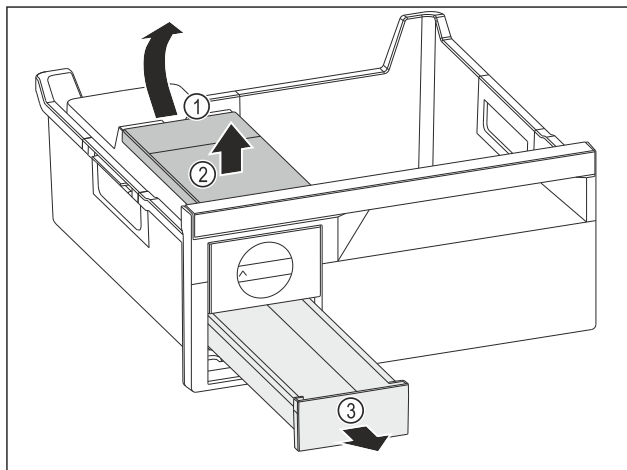

Fig. 103
- Vyjmutí nádržky na vodu: Zvedněte nádržku na vodu za vybrání Fig. 103 (1).
- Nádržku na vodu Fig. 103 (2) vyjměte nahoru.
- Zásuvku na kostky ledu Fig. 103 (3) vyjměte dopředu.